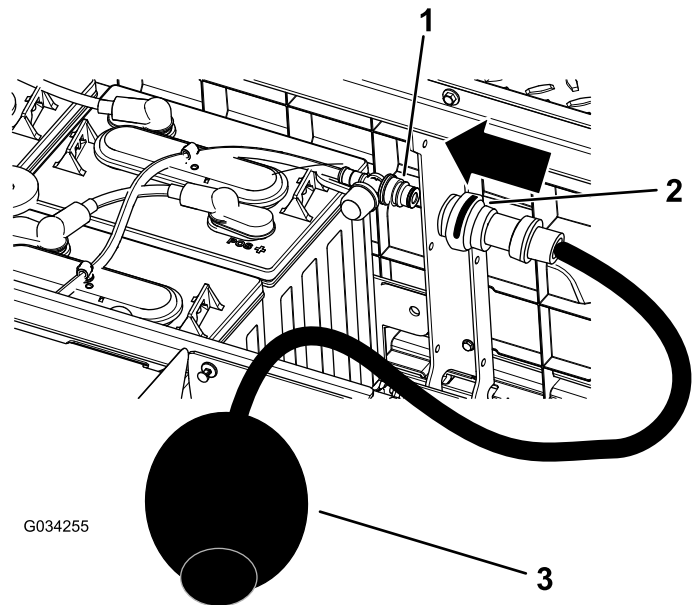

Figura 40
4. Conecte a bomba manual de água da Toro à porta de enchimento de água (Figura 40).